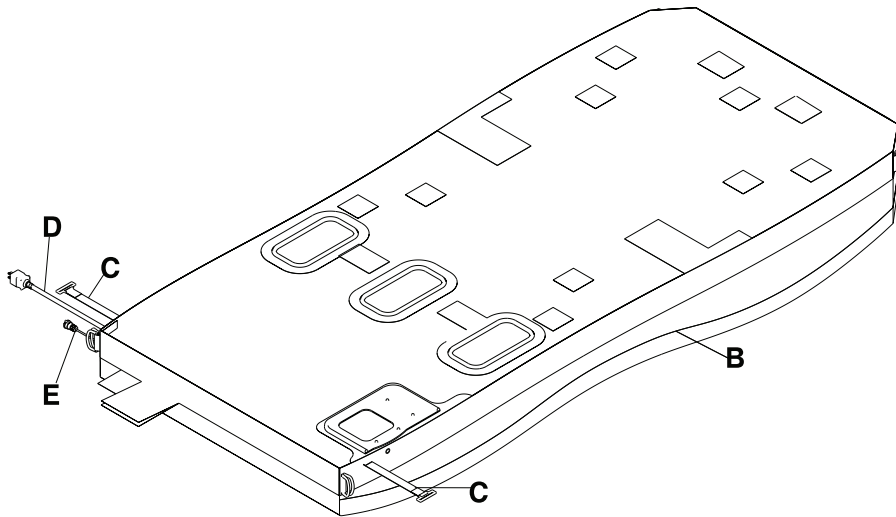

Figure 2-10 : Housse inférieure de la surface d'appui
2. Débrancher le cordon d'alimentation électrique de la surface d'appui (D) (Figure 2-10 à la page 2-32).
3. Débrancher le câble d'intégration de la surface d'appui (E) (Figure 2-10 à la page 2-32) du lit.
9. Avec deux opérateurs, tourner la housse de la surface d'appui (Figure 2-10 à la page 2-32).
13. À l'aide de la tirette de fermeture à glissière ou un dispositif équivalent, tirer sur le curseur pour séparer la housse inférieure de la housse supérieure (B) (Figure 2-10 à la page 2-32).
14. Passer les sangles d'activation de CPR (C), le cordon d'alimentation électrique (D) et le câble d'intégration (E) à travers la housse inférieure (Figure 2-10 à la page 2-32).